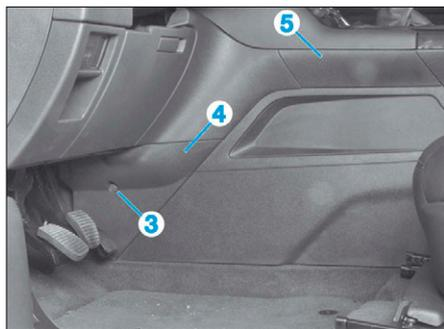

FIG. 3
- les vis (3) (Fig.3),
- les garnitures (4).
- Dégraffer et déposer les garnitures (5).